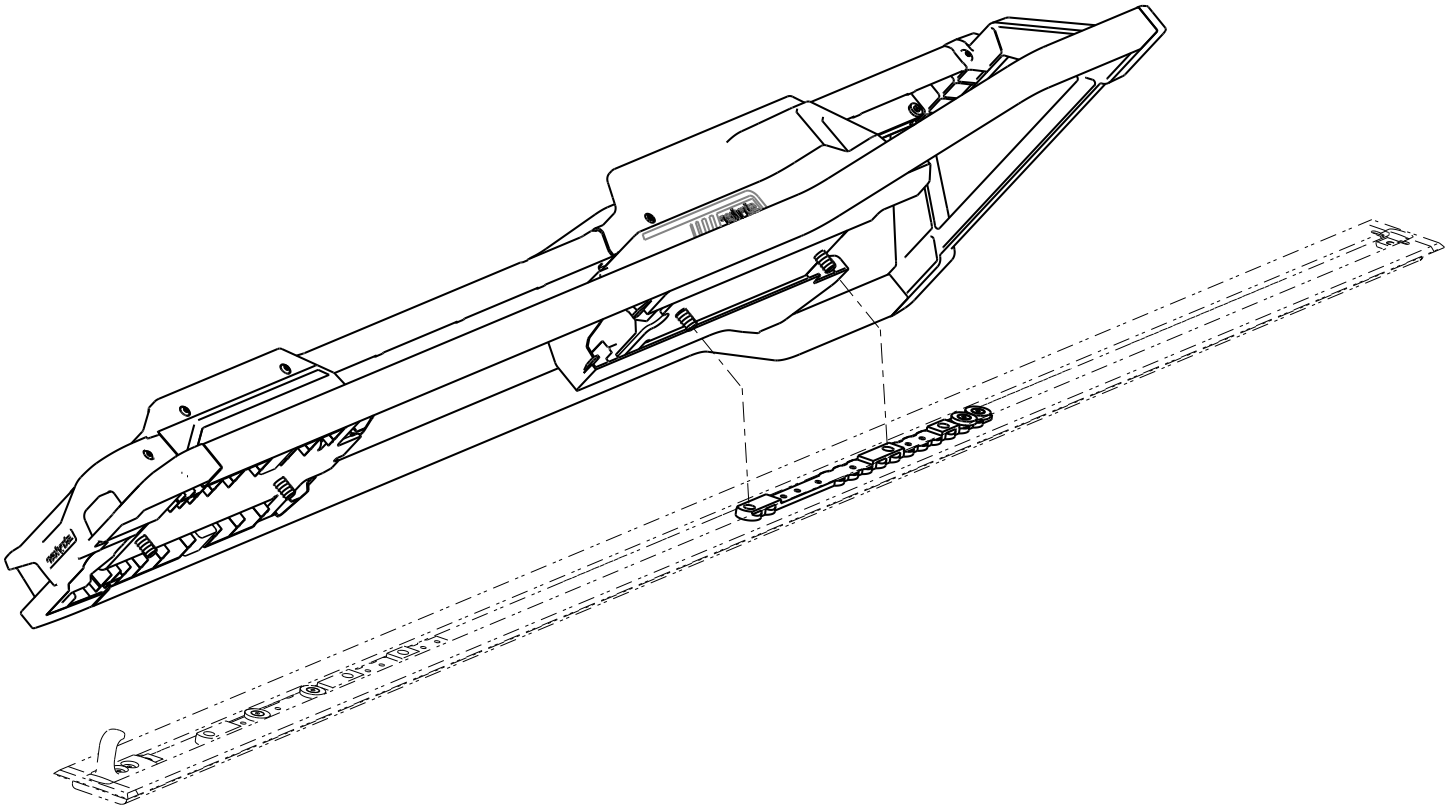

Figura 5 – Alinhamento do Performance-LOAD
1. Com cuidado, coloque o **Performance-LOAD** por cima do conjunto da placa do piso. Alinhe os dois parafusos na extremidade do lado da cabeça com os dois orifícios na cunha, tal como indicado em Figura 5.